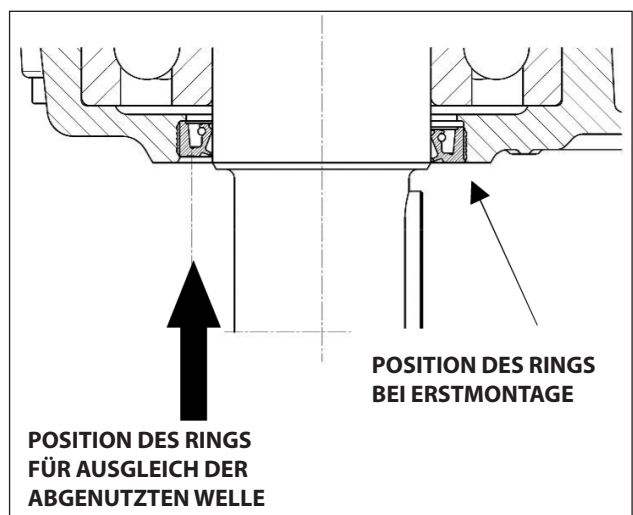

Abb. 32
- Überprüfen Sie den Zustand der Dichtlippe am Ritzel-Ölabstreifring; für den etwaigen Austausch montieren Sie einen Ölabstreifring mithilfe des Werkzeugs Art. 27904800. Sollte die Welle im Bereich mit der Dichtlippe einen Verschleiß am Durchmesser aufweisen, können Sie zur Vermeidung der Schleifbearbeitung den Ring auf Anschlag mit dem Deckel neu ausrichten, siehe hierzu Abb. 32.